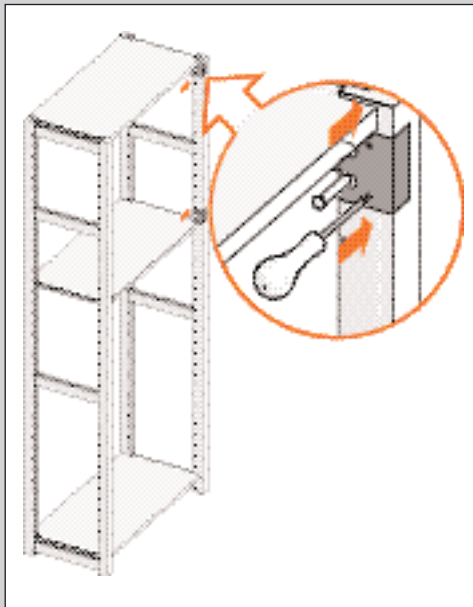

ABBILDUNG 23
- Falten Sie die Papierschablone und setzen Sie die Schablone auf den Ständer. Achten Sie darauf, dass das untere Loch der Schablone über dem Tragstift liegt (siehe Abb. 23).
- Bohren Sie mit einem Pfriem kleine Löcher in den Ständer (siehe Abb. 23).